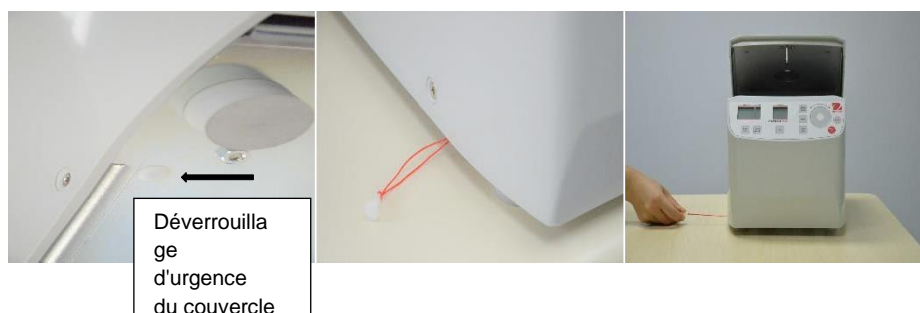

Figure 34
Veuillez procéder comme suit (voir figure 34) :
- Sur le côté droit de la centrifugeuse (**FC5706P**) se trouve un bouchon en plastique. Sur la **FC5707**, le bouchon se trouve sur le côté gauche (voir figure 34). Retirer ce bouchon, qui est relié à la serrure du couvercle, horizontalement du boîtier jusqu'à ce que le couvercle de la centrifugeuse s'ouvre.